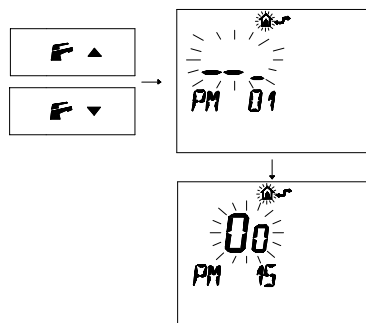

Figura 5.37
- Premere i pulsanti **F** \blacktriangledown o **F** \blacktriangle per visualizzare la programmazione "PM15" (abilitazione della sonda esterna (Figura 5.37)).